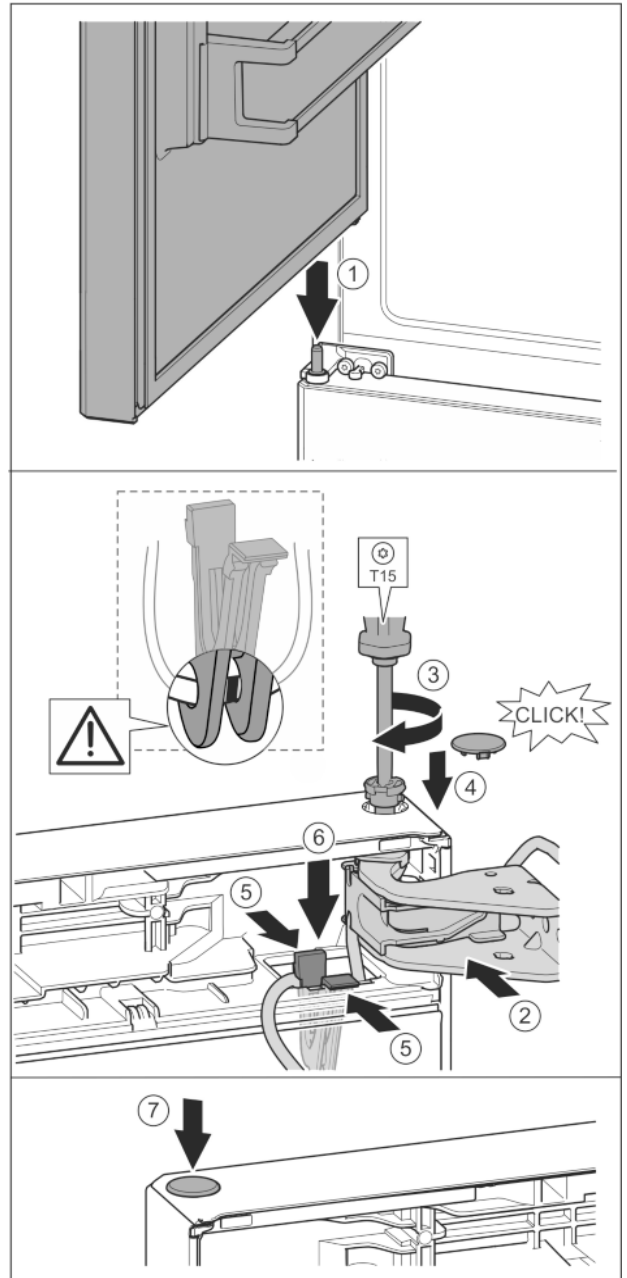

Fig. 39
- ▶ Mettre la porte supérieure sur l'axe de palier du milieu Fig. 39 (1)
- ▶ Orienter la porte en haut pour l'ouverture dans le support de palier. Fig. 39 (2)
- ▶ Poser le boulon et le visser avec un tournevis T15. Fig. 39 (3)
- ▶ Monter le cache de sécurité pour sécuriser la porte : Mettre en place le cache de sécurité et vérifier qu'il repose sur la porte. Sinon, enfoncer à fond le boulon. Fig. 39 (4)
- ▶ Placer le support avec le câble attaché dans l'ouverture. *Fig. 39 (5)*
- ▶ Appuyer sur le support vers le bas jusqu'à ce que la languette s'enclenche. *Fig. 39 (6)*
- ▶ Mettre le bouchon en place. *Fig. 39 (7)*